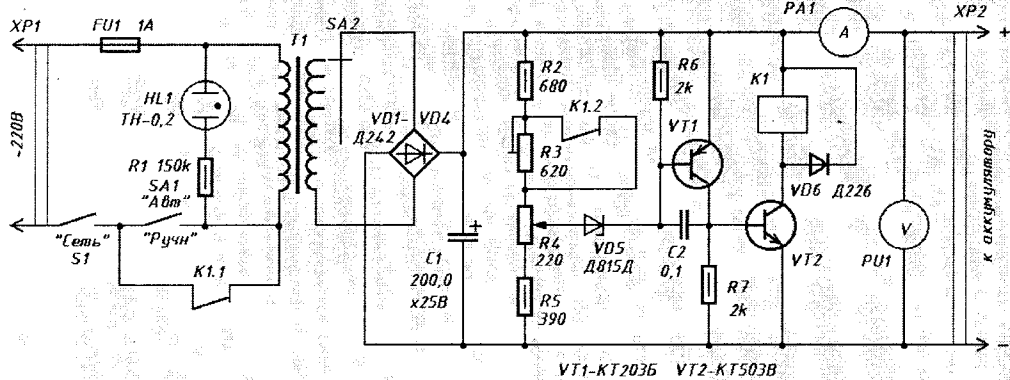

Рис.2
1. Зарядное устройство (рис.2) обеспечивает два режима работы – ручной и автоматический. В ручном режиме работы тумблер SA1 находится во включенном состоянии. После включения тумблера S1 напряжение сети поступает на первичную обмотку трансформатора T1 и загорается индикаторная лампочка HL1. Переключателем SA2 устанавливается необходимый ток зарядки, который контролируется амперметром PA1. Напряжение контролируется вольтметром PU1. Работа схемы автоматики на процесс зарядки в ручном режиме не влияет.